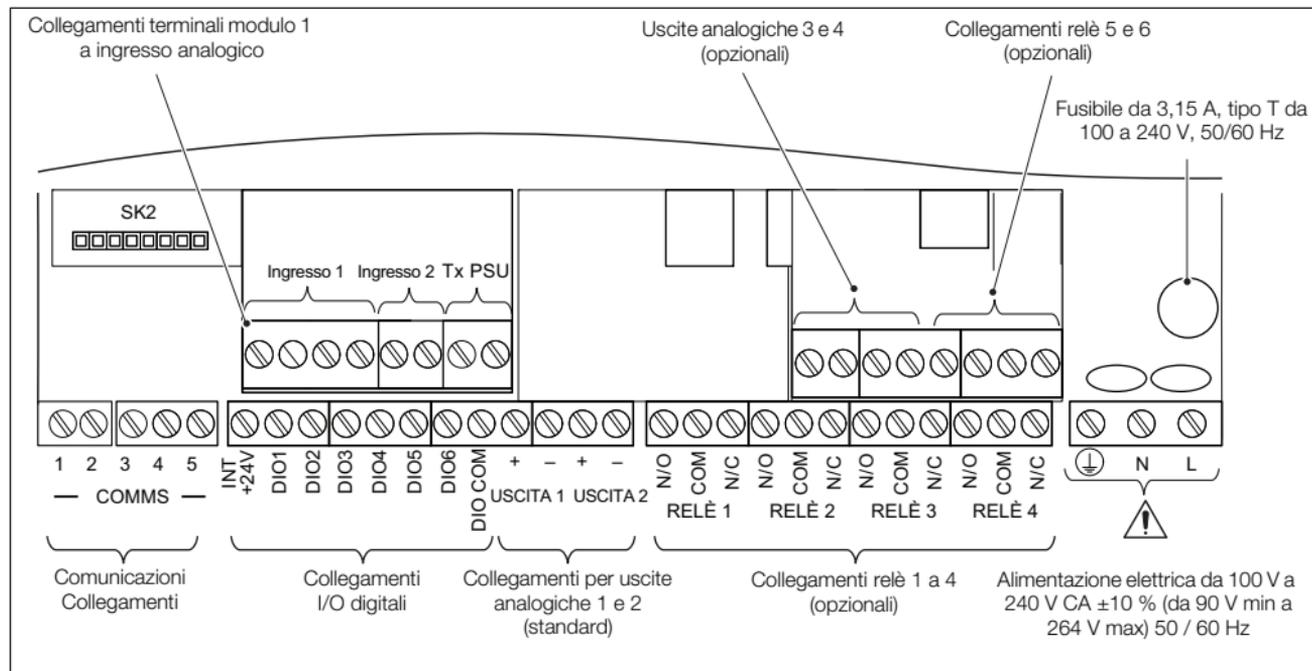

Fig. 4.15 Collegamenti terminali ControlMaster CMF160
1. Utilizzando un cacciavite Pozi-drive, ruotare di $\frac{1}{4}$ di giro in senso antiorario la vite di fissaggio (prigioniero) (A) dello sportello dei componenti elettronici e aprire lo sportello.
2. Ruotare la vite di fissaggio della piastra di copertura (B) in senso antiorario fino a quando non è possibile rimuovere la piastra (C).
3. Effettuare i collegamenti ai terminali della scheda di connessione – vedere la fig. 4.15, a pagina 23.
4. Rimontare la piastra di copertura (C) e fissarla ruotando a mano la vite di fissaggio (B) in senso orario fino a stringerla. Chiudere lo sportello e ruotarne la vite di fissaggio (A) di $\frac{1}{4}$ di giro in senso orario per fissarlo.